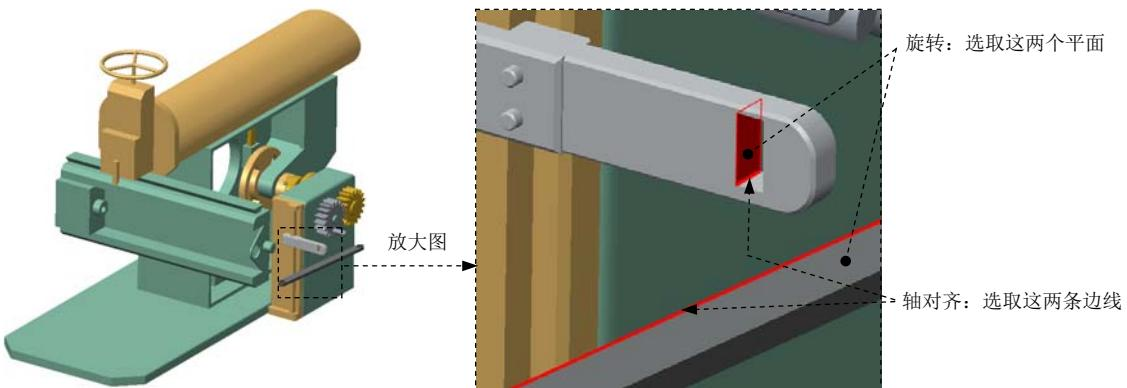

图 9.6.59 创建滑块(Slider)连接
Step25. 引入元件 syn_rod.prt，并将其调整到图 9.6.59 所示的位置。
(1) 在连接列表中选取 滑块 选项，此时系统弹出“元件放置”操控板，单击操控板菜单中的 **放置** 选项卡。
(2) 定义“轴对齐”约束。分别选取图 9.6.59 所示的两条边线为“轴对齐”约束参考，此时 **放置** 界面如图 9.6.60 所示。
(3) 定义“旋转”约束。分别选取图 9.6.59 所示的两个平面为“旋转”约束参考，此时 **放置** 界面如图 9.6.61 所示。